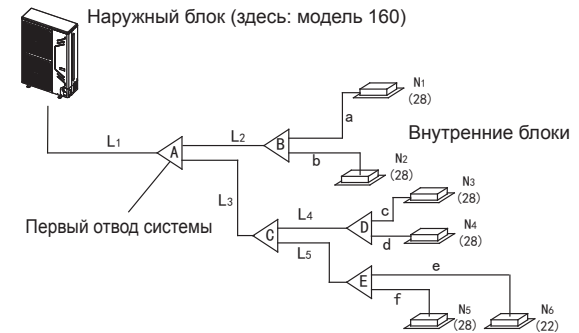

Рис. 4-5
- 2) Пример 1: см. рис. 4-5. Внутренние блоки после L2; общая мощность $28 \times 2 = 56$ (см. таб. 4.4), для стороны газа/жидкости L2 $\varnothing = 15,9/9,5$.